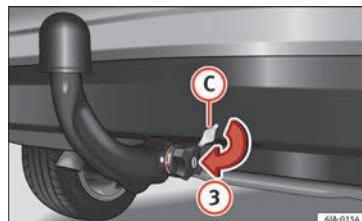

Fig. 198 Colocación de la tapa de la cerradura.
- Cierre con llave ② la cerradura de la ruedecilla manual girando la llave hacia la derecha hasta el tope, en el sentido de la flecha ① – la flecha en la llave señala el símbolo “cerradura cerrada”.
- Extraiga la llave en el sentido de la flecha ②.
- Coloque la tapa **(C)** en la cerradura de la ruedecilla manual en sentido de la flecha **(3)** » » fig. 198.